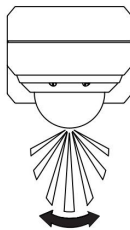
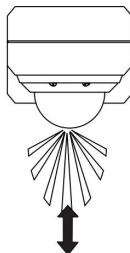

Figure 1B
Figure 1C
• La zone de contrôle du détecteur de mouvement peut varier légèrement en fonction de la hauteur et de l'emplacement de montage, ainsi que de la température ambiante. Avant de décider où installer le détecteur de mouvement, assurez-vous que le capteur réagit plus facilement aux mouvements qui se produisent transversalement à la zone de contrôle (voir Fig. 1B) qu'aux mouvements directs vers ou loin du capteur (voir Fig. 1C).